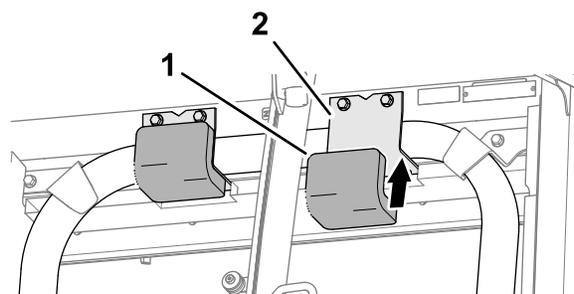

Figure 29
1. Retirez la pellicule protectrice et placez les tampons isolants du ROPS sur les montants du ROPS (Figure 29).